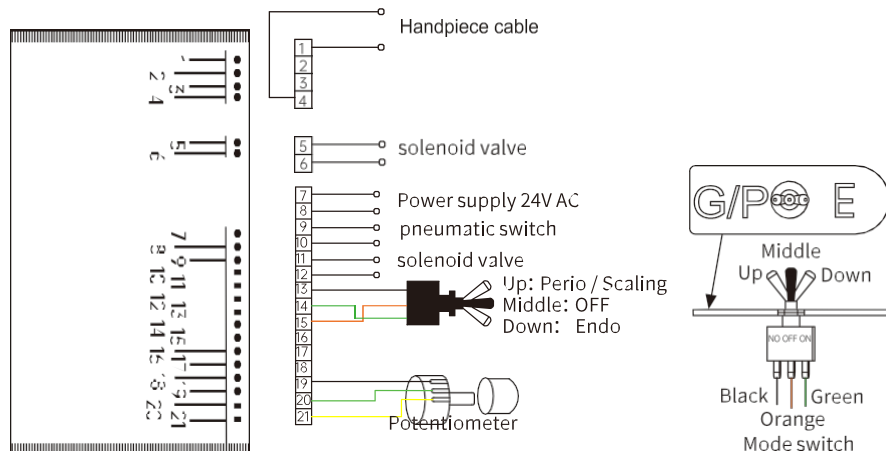

図1
2.2.2 本装置の主要構成部品および設置状況は、図1に示されています：
- a) 図1に示す通り、電源および空圧スイッチ（またはフットスイッチ）を接続してください。
- ① 空圧式電源スイッチ、空圧式ペンストック、および空圧式フットスイッチは、デンタルユニットのメーカーまたはエンドユーザーによって装備されます。
- ② デンタルユニットのメーカー、販売店、またはエンドユーザーは、ポテンショメータを固定し、ハンドピースパイプのシリカゲルチューブを引き出すために、デンタルユニットのトレイに穴を開ける必要があります。
- ③ 超音波発生器の熱を放散するための十分なスペースを確保してください。
- ④ トランスを内蔵しない超音波スケーラーは、ある程度のスペースを必要とし、24VAC、消費電力 20W 以上で動作します。